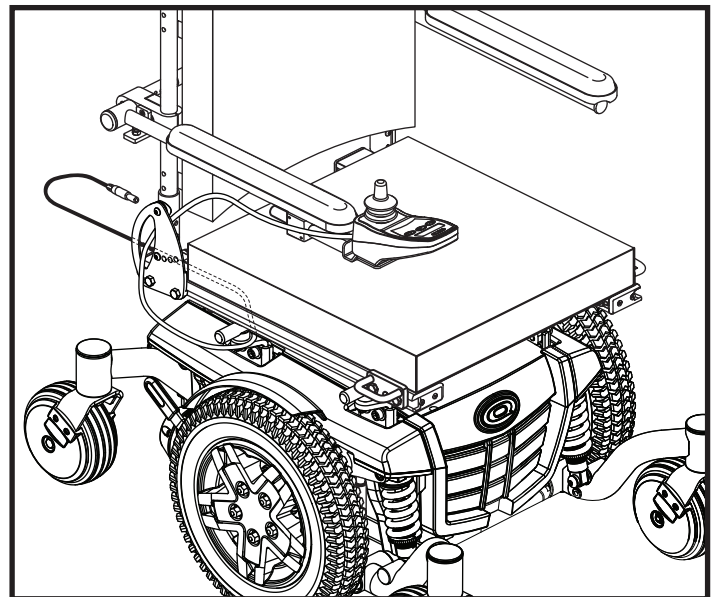

Figura 8. Cablaggio della centralina diretto su un sedile Synergy
5. Fissare il cablaggio della centralina al supporto del bracciolo con i ferma-cavi. Vedere la figura 8.